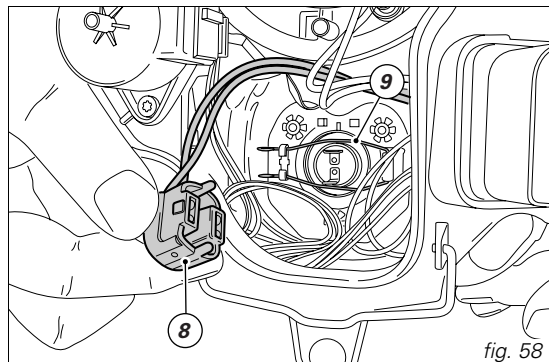

fig. 58
Débranchez le connecteur (8) de l'ampoule du feu de route (fig. 58).